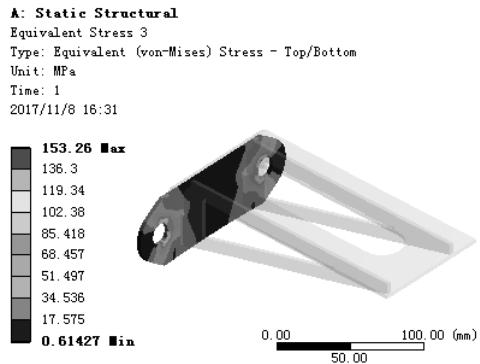

图 7.11.23 应力结果图解 (FIX-BOARD)
(5) 查看 FIX-BOARD 零件应力结果图解。在“Outline”窗口中选中 Equivalent Stress 3，查看图 7.11.23 所示的零件 FIX-BOARD 的应力结果，其最小应力为 0.61427 MPa，最大应力为 153.26MPa。